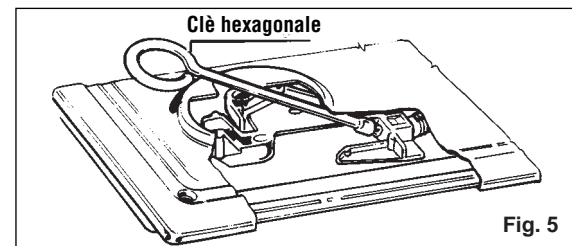

Fig. 5
- introduire une clé à tête hexagonale en tube dans le support du brûleur (Fig. 5) (la clé est fournie en tant qu'accessoire de la table de cuisson).